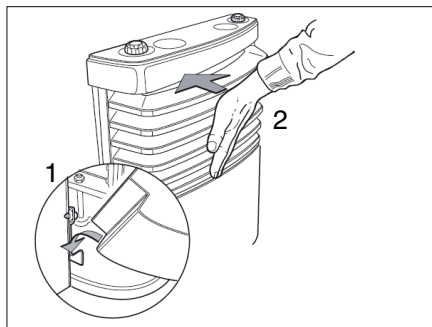

Bild 107 Heizungsverkleidung anbringen
- Heizungsverkleidung montieren. Dazu Verkleidung in die unteren Lager einhängen (Bild 107,1).
- Abdeckung einschieben bis die Verriegelungshebel hörbar einrasten (Bild 107,2).